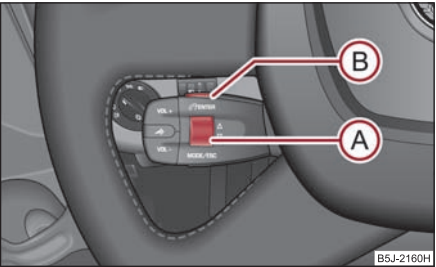

Fig. 134 Module multifonctions: Touches de commande
- En tournant lentement la molette (A) ⇒ fig. 134, vous pouvez faire défiler chaque nom de la mémoire du téléphone ou feuilleter les menus.
- En tournant rapidement la molette (A) vers le bas ou vers le haut, vous pouvez feuilleter dans la mémoire du téléphone de A à Z ou de Z à A.
- En appuyant longtemps en haut de la touche (B), vous parvenez toujours au niveau supérieur dans le menu de l'écran d'informations.
- En appuyant brièvement sur la touche (B), le menu choisi s'affiche.